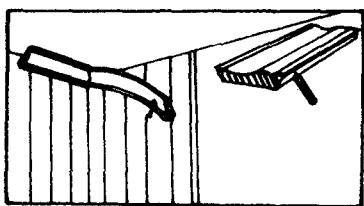

图 1-20 顶角线的安装
⑥ 顶角线的安装。顶角线两侧涂上专用胶,粘到顶角处,再拉开数分钟,然后再紧紧粘上,如图 1-20 所示。
⑦ 窗套的安装。安装步骤分两步进行。